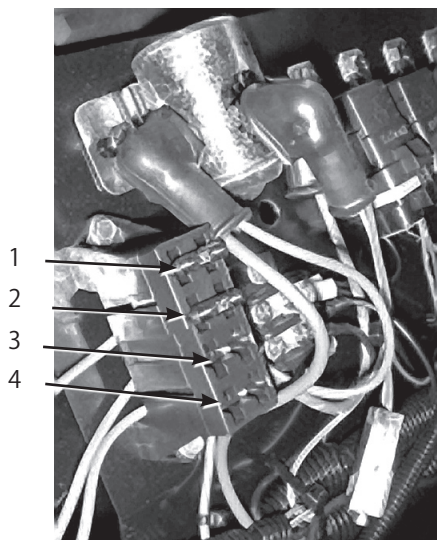

図57
全部で2本のヒューズを使用し、2本の未使用スロットがあります。ヒューズは運転席下 (図57) に取り付けられています。
2. バッテリー・ボックスのノブ (図57) をゆるめ、カバーを外す。
3. バッテリー押さえと付属の金具類を外す (図57)。